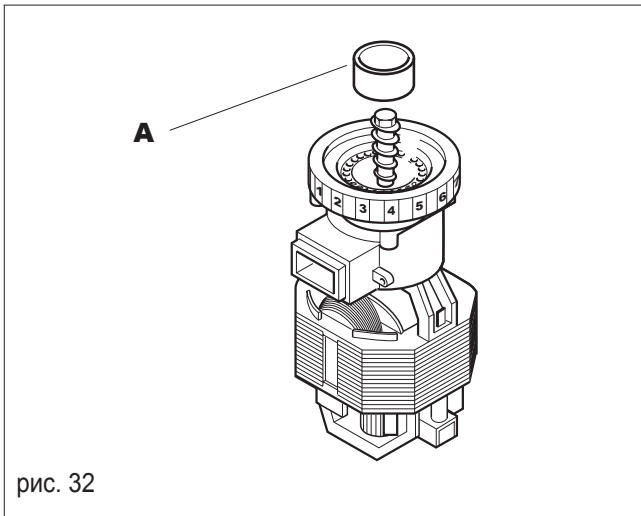

рис. 32
- Снимите уплотнитель кофемолки (**A**, рис. 32);